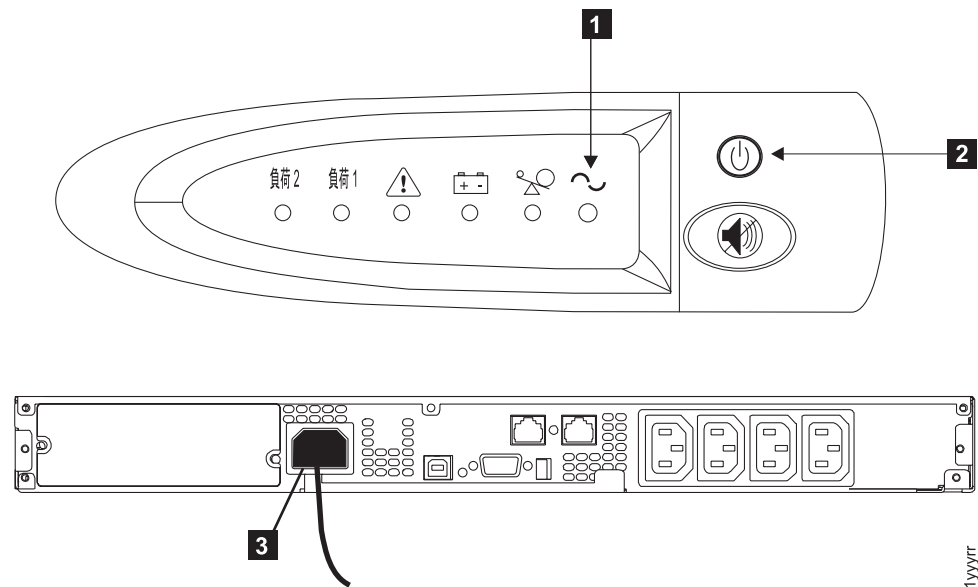

図 282. 2145-1U 無停電電源装置 のフロント・パネルと背面パネル
2. オン/オフ・ボタン **2** を、電源ライト **1** が消えるまで (約 5 秒)、押し続けます。2145-1U 無停電電源装置の一部のバージョンでは、オン/オフ・ボタンを押すために、ねじ回しのような先の尖った道具が必要な場合があります。2145-1U 無停電電源装置 は待機モードになり、すべてのインディケータがオフになります。図 282 は、2145-1U 無停電電源装置 の前面図と背面図を示しています。